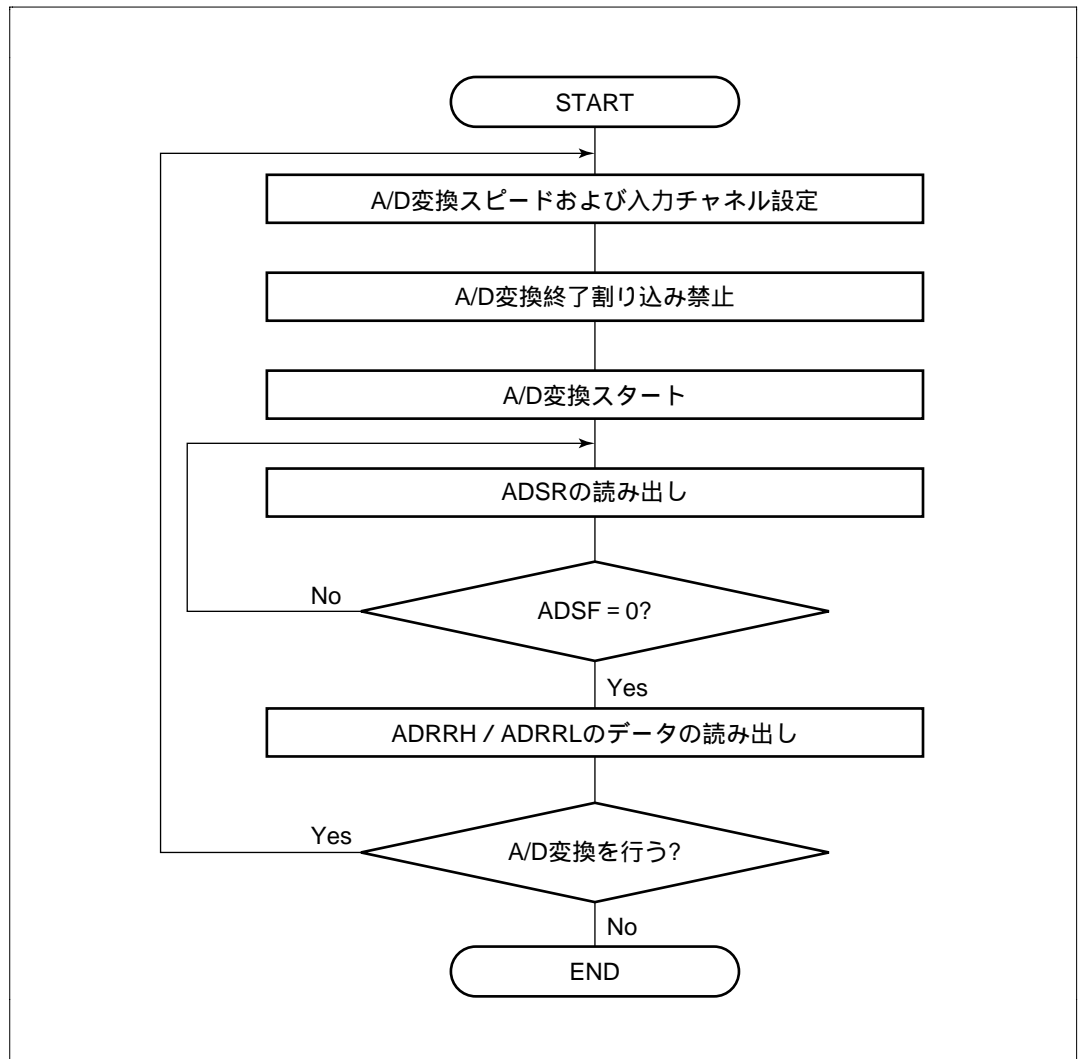
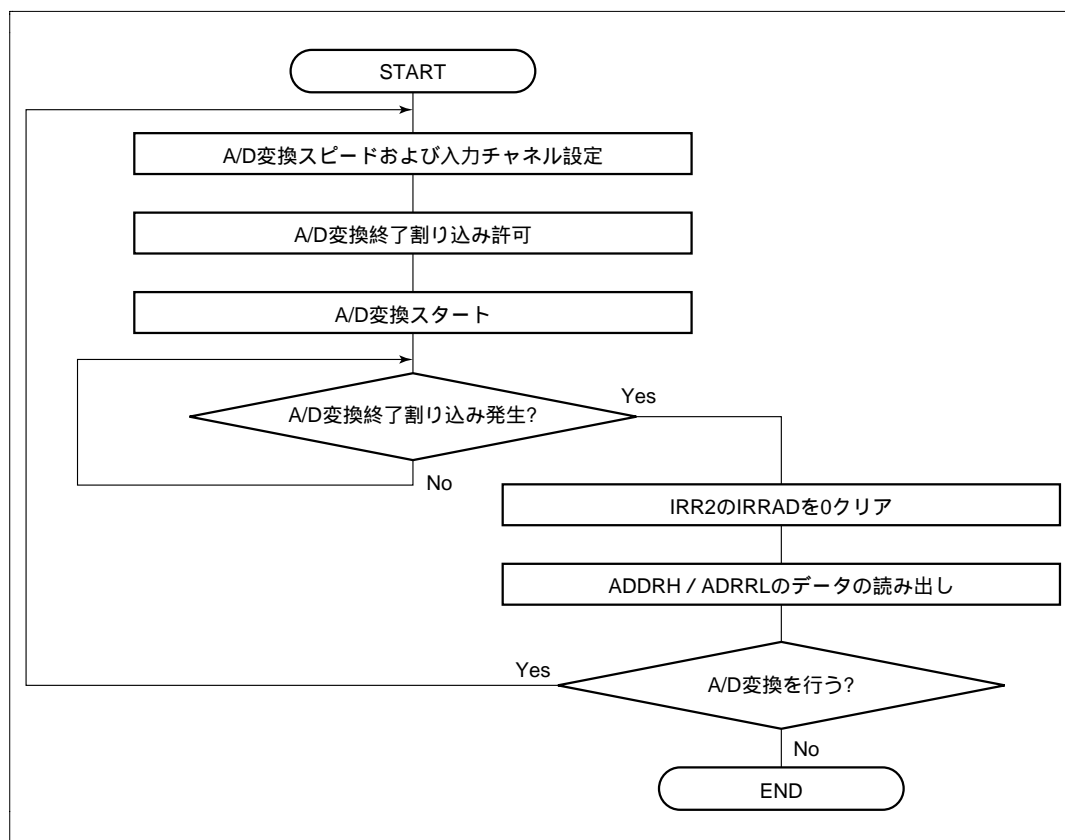

図 12.4 A/D変換器の使用手順の概念フロー
図 12.5 A/D変換器の使用手順の概念フロー
- (1) 入力チャンネルを AN1 (AMR の CH3 ~ CH0 を "0101")、IENAD = 1 に設定して、A/D 変換を開始 (ADSF = 1) します。
- (2) A/D 変換が終了すると、IRRAD が 1 にセットされ、A/D 変換結果が ADRRH と ADRL に格納されます。同時に ADSF = 0 となり、A/D 変換器は変換待機となります。
- (3) IENAD = 1 となっているため A/D 変換終了割り込み要求が発生します。
- (4) A/D 割り込み処理ルーチンが開始されます。
- (5) A/D 変換結果を読み出して、処理します。
- (6) A/D 変換処理ルーチンの実行が終了します。
この後、ADSF = 1 にセットすると A/D 変換が開始され (2) ~ (6) を行います。A/D 変換器の使用手順の概念フローを図 12.4、図 12.5 に示します。